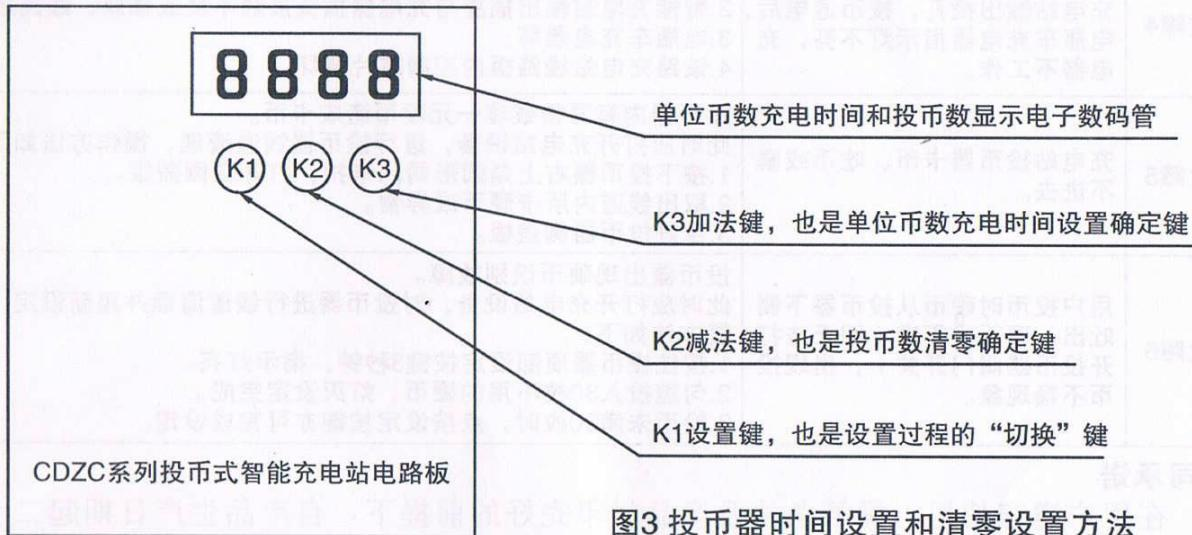

图3 投币器时间设置和清零设置方法
- 11.2 设置单位投币数充电时间按图3所示：按住K1键3—5秒钟后，当四位数码管显示字母由FFFF(4个F)变为稳定状态(不闪烁)0002数值时(出厂设置为0002，表示每投一元硬币可以充电2小时)，松开手指。